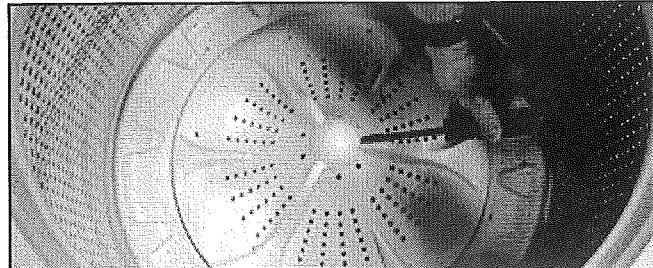

FIGURE 2
5. Ôter le capuchon du plateau de lavage ou de l'agitateur. Voir Figure 2.